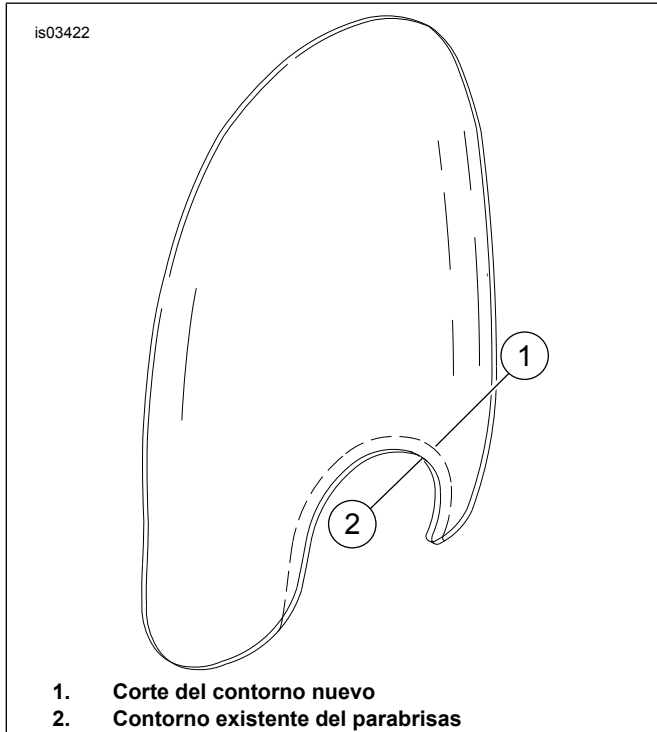

Figura 9. Recorte de parabrisas desmontables
1. Vea la Figura 9. Cubra los 50 mm (2 in) inferiores del parabrisas más cercanos al contorno del faro delantero, en ambos lados del parabrisas, con dos capas de cinta adhesiva. Esta cinta proporciona una superficie en la que se puede marcar el corte nuevo y mantener limpio el borde del corte.
2. Marque la ubicación del corte nuevo a lo largo y aproximadamente a 31,8 mm (1 1/4 in) del contorno del faro delantero existente, como se muestra en la Figura 9, como una línea punteada (1).